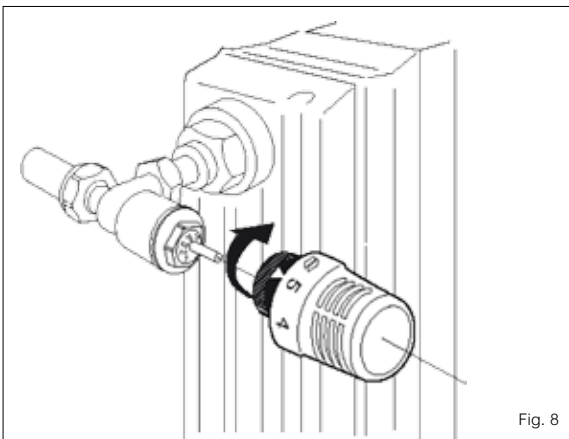

Fig. 8
- 3) Accostare al corpo valvola l'attuatore termostatico, in posizione di completa apertura (**Pos.5**) e con l'indicatore di riferimento ben visibile (**Fig. 8**).